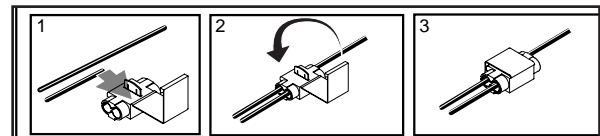
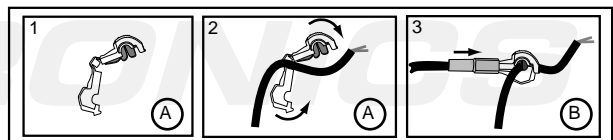

Fig. 1
Fig. 3
6. Leid de rest van de kabelset langs de linkerzijde richting dashboard. Sluit de rode draad aan op de remlichtschakelaar volgens fig. 1. Sluit de oranje draad middels de bijgeleverde snelverbinder (fig.3) aan op de +30 gezeekerde constante spanning draad van de zekeringkast. (Connector C)